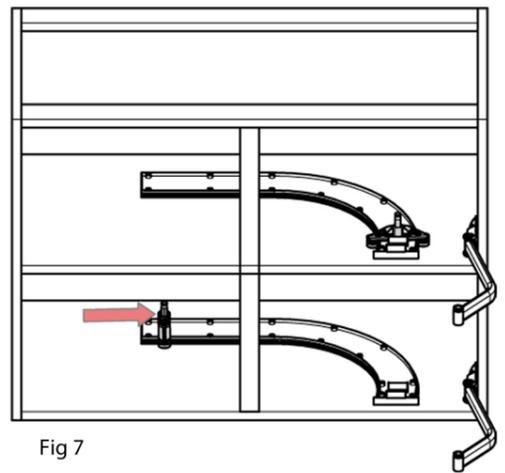

Fig 7
3) Introduzca las guías pivotantes en los rieles de fondo como se muestra en Fig.7
Fixez les supports pivotants sur les pistes du fond, comme illustré. (Fig.7)